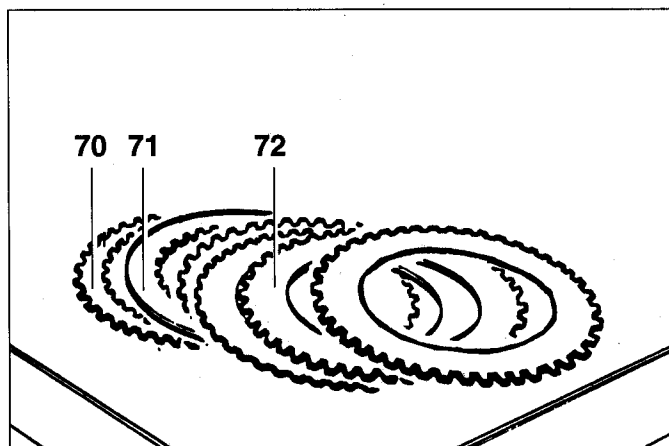

Fig. 20
- 6) Sfilare il disco di appoggio (75) ed i dischi frizione (71) (72) (70) che compongono la frizione avendo cura di mantenere l'ordine di montaggio (Fig. 20).
- 6) Remove the plate (75) and clutch plates (71) (72) (70) taking care not mix them, for re-assembly purposes (Fig. 20).